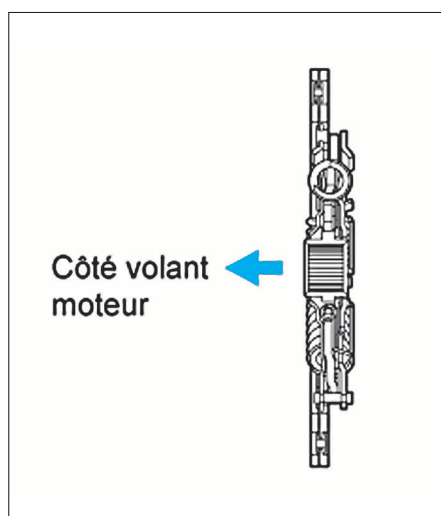

FIG. 3
- Positionner le disque sur le volant à l'aide d'un mandrin de centrage de diamètre approprié (fig. 3).